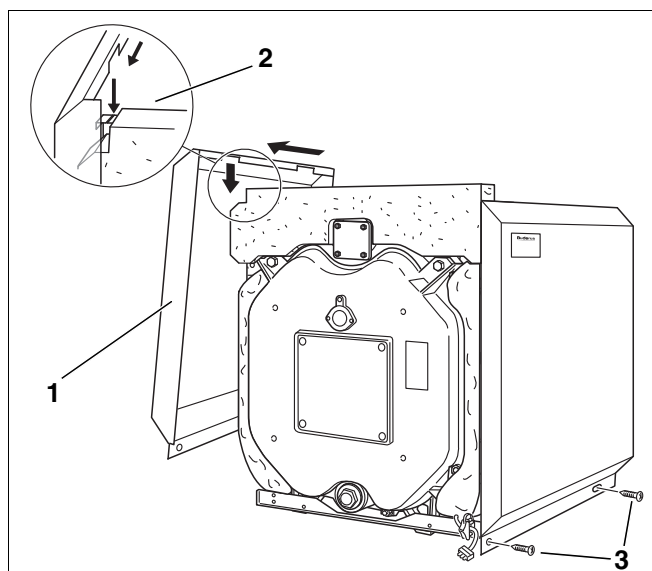

Fig. 35 Montaggio – Pannelli laterali
- ▶ Agganciare il pannello laterale (fig. 35, [1]) con i ritagli nelle feritoie delle traverse superiori (fig. 35, [2]) e spingerlo avanti fino all'arresto (vedi frecce in fig. 35).
- ▶ Avvitare i pannelli laterali in basso, ognuno con due viti autofilettanti, alla traversa inferiore (fig. 35, [3]).